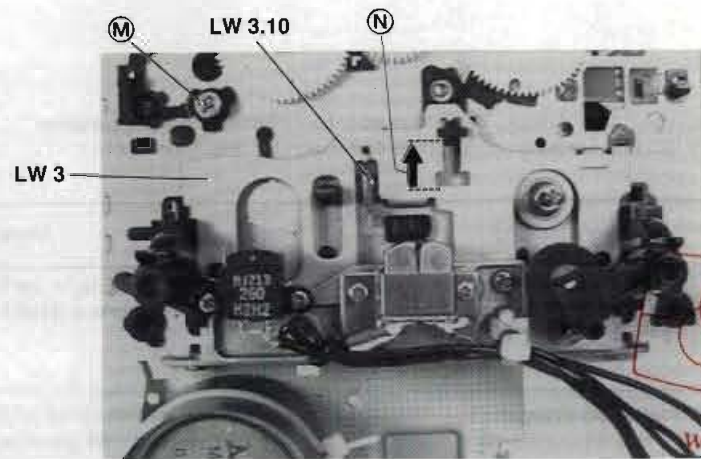

Abb. 9 Fig. 9
**5. Kopfträger ausbauen, Abb. 9, 10 und 11**
- Zugfeder LW 3.10 aushängen (Abb. 9).
**5. Removing the head base Fig 9, 10 and 11**
- Unhook the tension spring LW 3.10 (Fig. 9).